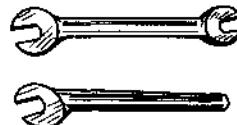

图 1-14 呆扳手
(2) 呆扳手 也称开口扳手，如图 1-14 所示，分为单头和双头两种。